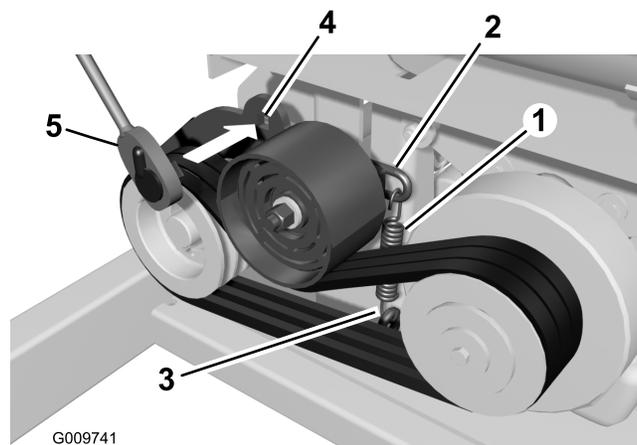

Figura 55
2. Verifique o estado da correia (Figura 55).
- B. Insira uma chave no furo quadrado no braço intermédio e rode a chave para cima (Figura 55).
4. Para aumentar a tensão da mola e assim aumentar a tensão da correia, diminua a altura do parafuso de olhal despertando a porca superior do parafuso de olhal e apertando a porca inferior (Figura 55 e Figura 58).